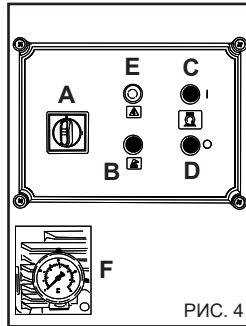

РИС. 4
- 3) Включите мойку, повернув главный выключатель в положение "I", рис. 4А.
- 4) Нажмите пусковую кнопку С, рис. 4.
- 2) Поверните главный выключатель в положение "0", рис. 4А.